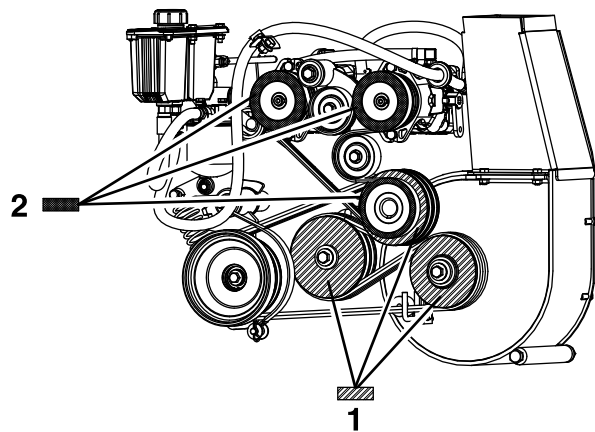

Figure 56
8. En vous servant de la poulie de ventilateur comme base de mesure, déplacez le moteur et l'arbre intermédiaire jusqu'à ce que la surface arrière des 3 poulies soit alignée à 0,8 à 1,6 mm (1/32 à 1/16 po) près (Figure 56).
4. Utilisez une règle pour aligner chaque poulie de pompe sur la poulie du moteur, en la faisant glisser sur l'arbre d'entraînement de la pompe (Figure 56).